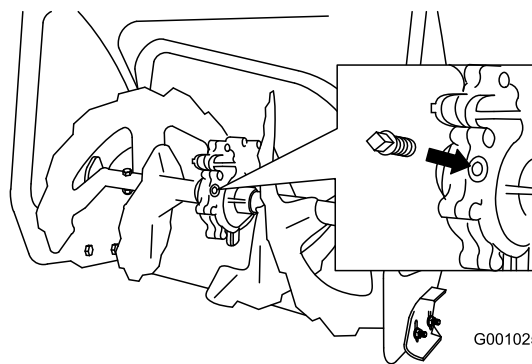

Figure 48
2. Nettoyez la surface autour du bouchon de tuyau (Figure 48).